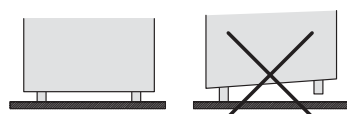

Bild 8.
- Kontrollera att maskinen står upprätt. Justera vid behov med de justerbara fötterna (se bild 8).